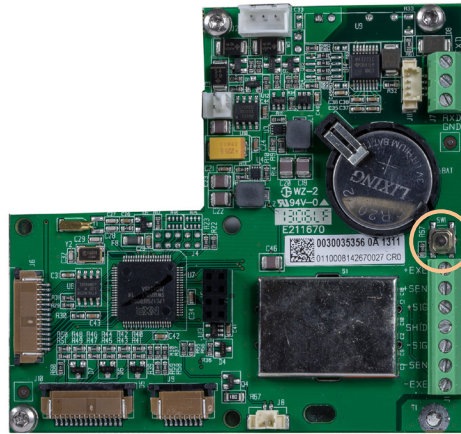

Figura 2-2: Ubicación del interruptor de configuración en la tarjeta principal del terminal
- Si el terminal está configurado como legal para el comercio, el usuario solo tiene acceso a la configuración al presionar el interruptor de configuración (un interruptor físico en la tarjeta principal, indicado en la Figura 2-2). El terminal mostrará entonces el nombre del menú F1 (Báscula) y los parámetros de la báscula podrán modificarse.